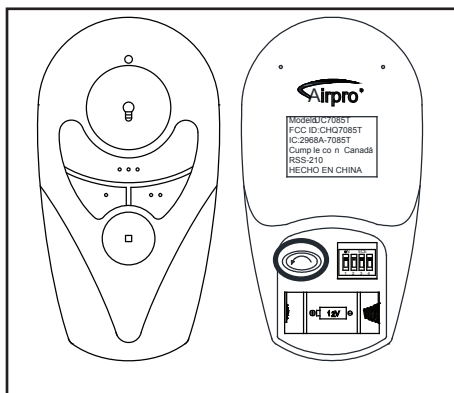

Figura 19
**Control Remoto:** Tu ventilador está equipado con un control remoto que controla la velocidad y las luces de tu nuevo ventilador de techo (Figura 19).